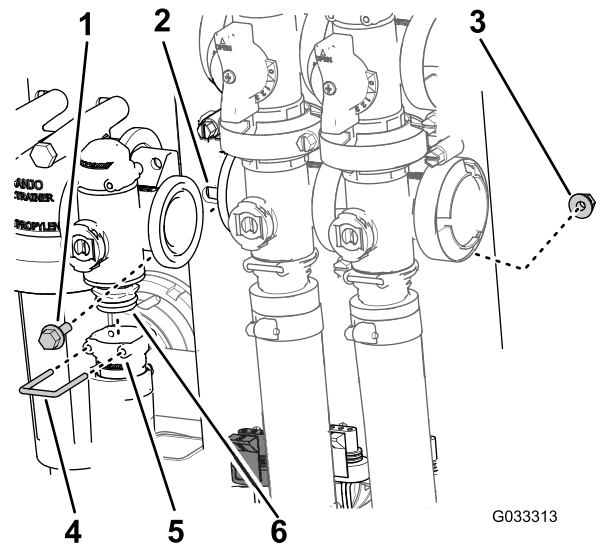

Figura 63
2. Retire la horquilla de retención que sujeta el conector de salida al distribuidor de la válvula de control de caudal (Figura 63).
3. Retire los 2 pernos con bridas y las 2 tuercas con bridas que sujetan la válvula de control de caudal al soporte de la válvula, y retire el distribuidor de la válvula de la máquina (Figura 63).